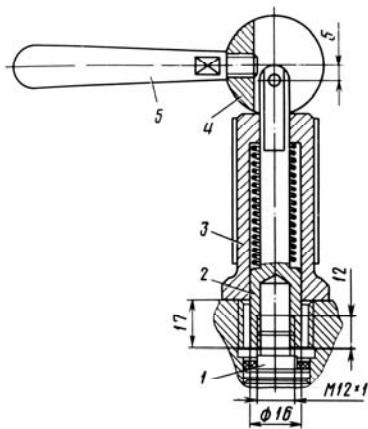
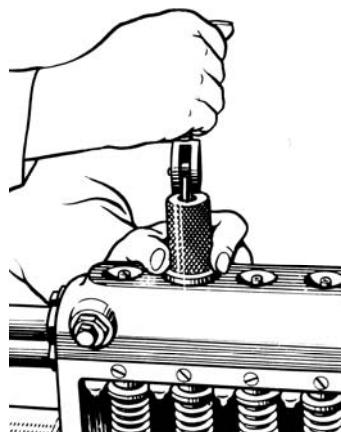

Рис. 93. Съемник седла нагнетательного клапана:
Рис. 94. Снятие седла нагнетательного клапана
3. Снять контрящие сухари, вывернуть штуцеры и специальным съемником (рис. 93) извлечь из корпуса насоса седла вместе с нагнетательными клапанами. Для снятия навернуть оправку 2 съемника на резьбу седла 1 нагнетательного клапана до упора втулки 3 в корпус насоса. Поворачивая эксцентрик съемника вверх, извлечь седло нагнетательного клапана (рис. 94).